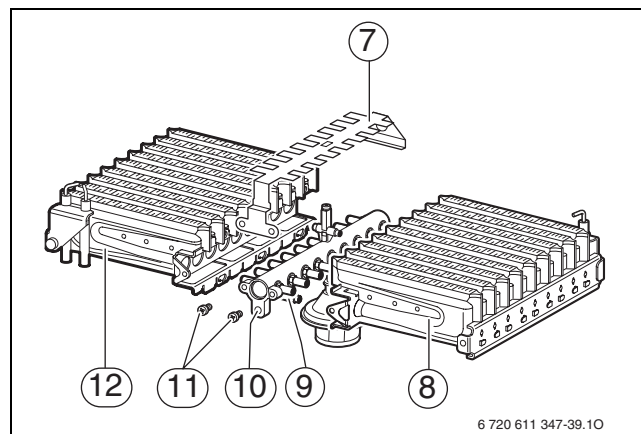

Fig. 49 Separazione bruciatore
- Rimuovere le viti (11) (→ fig. 49).
- Togliere il lamierino spargifiamma (7).
- Rimuovere le viti dai punti di fissaggio (9). Separare la parte sinistra (12) e la parte destra (8) del bruciatore, dalla rampa ugelli (10).